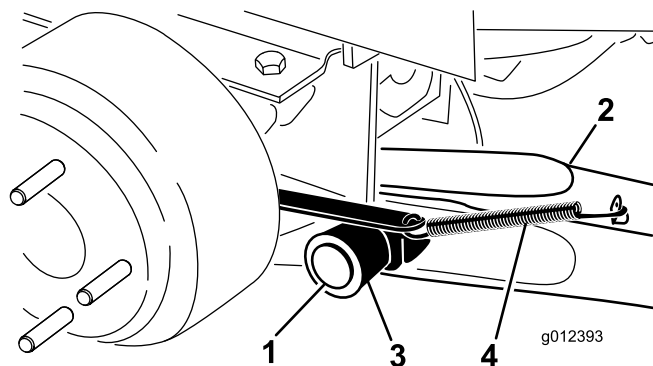

Bild 2
4. Befestigen Sie einen Hubarm mit einem Schwenkstift und einem Splint an der Schwenkhalterung (Bild 2). Montieren Sie den Hubarm so, dass die Biegung nach außen zeigt.
5. Haken Sie die Bremsrücklauffeder in die Lasche am Hubarm ein (Bild 2).